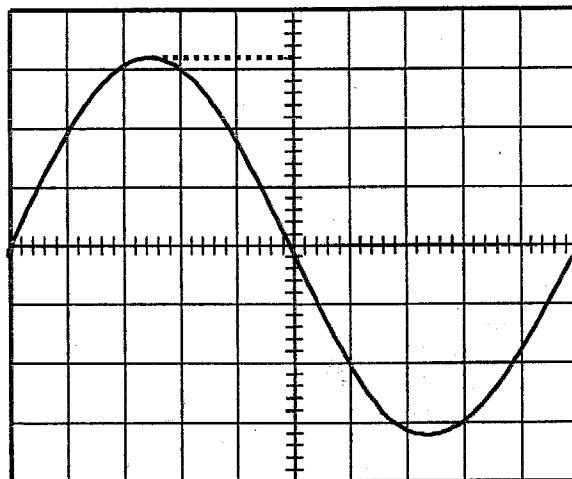

Figure 1 : tension entre fil de phase 1 et neutre
1. Un oscilloscope muni d'une sonde réductrice de rapport 1/10 est utilisé pour visualiser la tension entre le fil de phase 1 et le neutre. On relève l'oscillogramme de la figure 1 ci-contre.